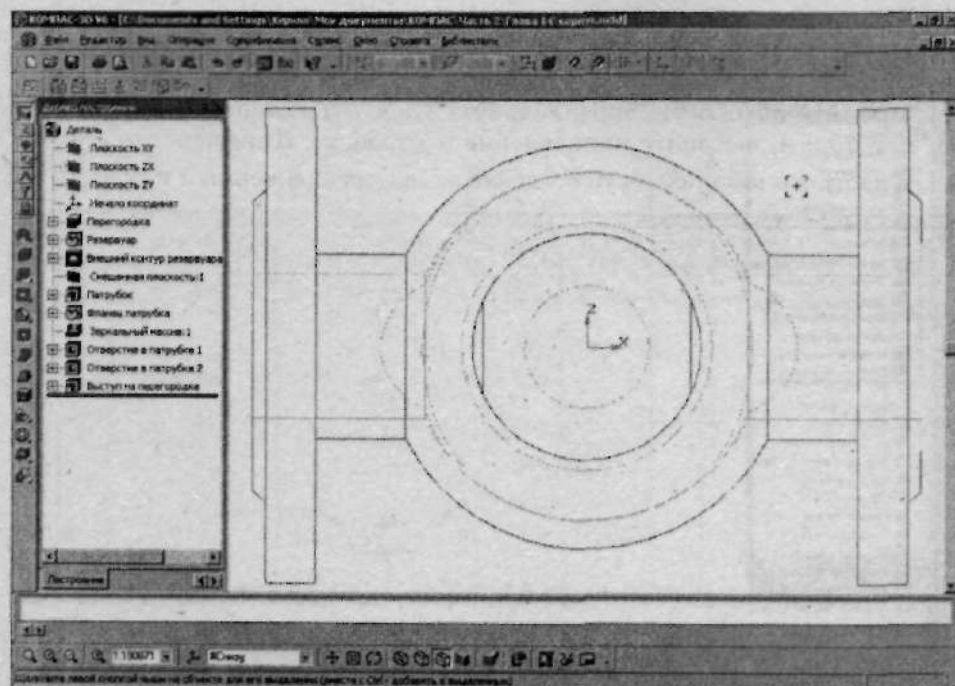

Рис. 2.151. Измените ориентацию модели на #Снизу
12. Из выпадающего меню Текущая ориентация, расположенного на панели инструментов Вид, выберите ориентацию модели #Снизу (рис. 2.151).